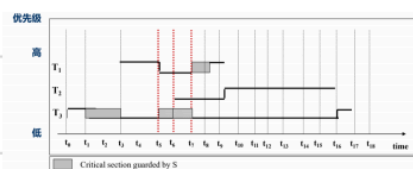

图2 优先级继承
12) 图2 t_5 发生了什么 (包含任务切换), 继承的优先级?